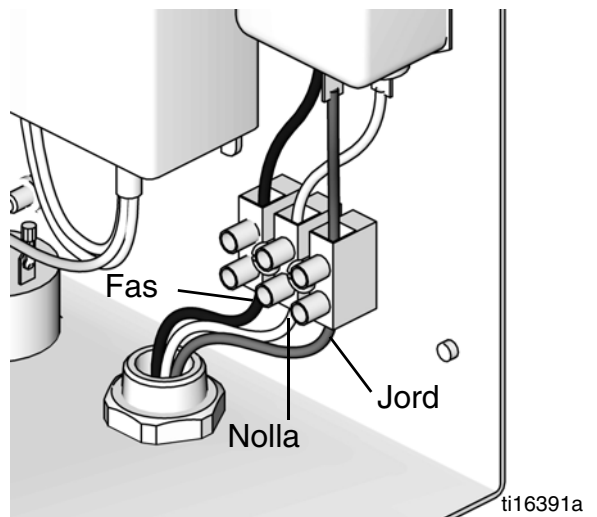

FIG. 6. Styrboxens elanslutning
2. Anslut elsladd till kopplingsplinten som visas i FIG. 6.